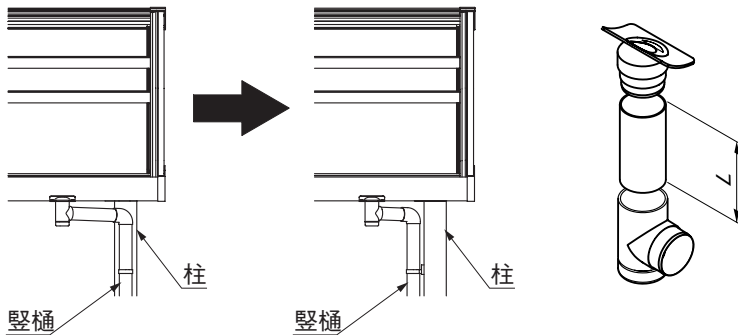

図4-1
- 補強桁を取付けた場合は、雨樋アタッチメントとドレンエルボの間に短い縦樋を取付けてください。（図4-1参照）